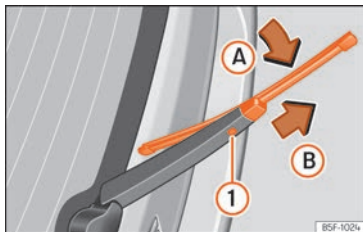

Abb. 221 Scheibenwischerblatt der Heckscheibe auswechseln.
- Das Wischerblatt leicht drehen >>> [Abb. 221] (Pfeil **A**).